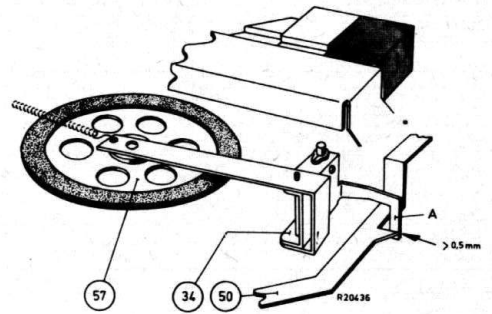

Fig. 28
- Tussen de bedieningsbeugel 34 van het tussenwiel 57 en de startstrip 50 moet een speling zijn groter dan 0,5 mm, zie fig. 28. Dit is in te stellen door lip A van de bedieningsbeugel te verbuigen.
Als de weergavetoets wordt ingedrukt, moet op hetzelfde moment dat de drukrol tegen de toonas komt, het tussenwiel 57 tegen de aandrijfring van de rechterspoelschotel komen. Instellen door verbuigen van de lip A van beugel 34 (zie fig. 28).